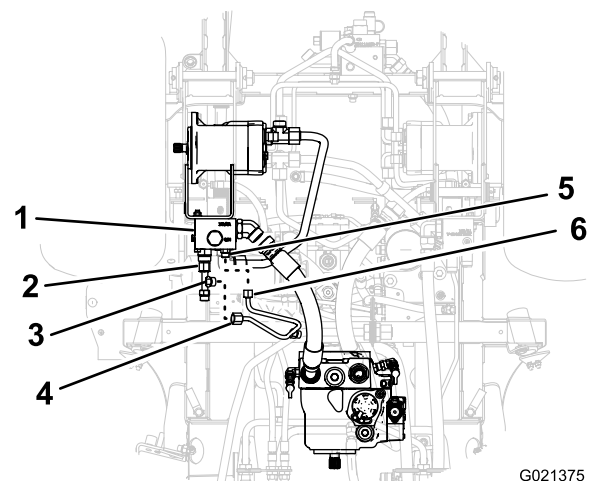

Figura 11
- Alinee la tuerca delantera del colector de tubos con el adaptador de antirretorno que está conectado a la toma CH1 del divisor de flujo (y Figura 11).
- Alinee la tuerca trasera del colector de tubos con el acoplamiento roscado de 90° del acoplamiento en T (Figura 11).
- Enrosque las tuercas del colector de tubos en el adaptador antirretorno y el acoplamiento en T (Figura 11).